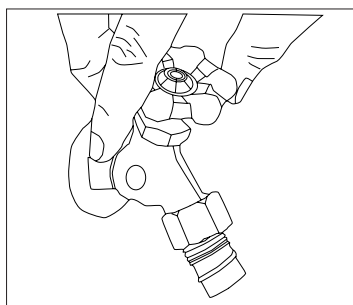

Fig. 17
- Ouvrez l'eau du robinet (Fig. 17).